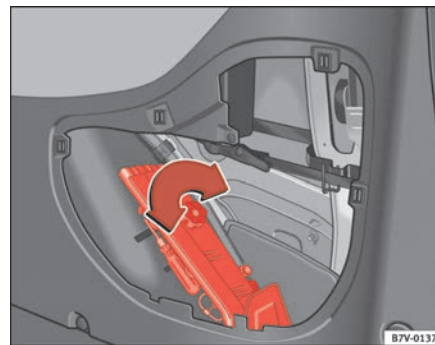

Fig. 150 Ubicación de las herramientas de a bordo
Las herramientas de a bordo se encuentran en el maletero, detrás del guardanuncio lateral del lado derecho y van fijadas con un tornillo moleteado ⇒ fig. 150 ①. A continuación le detallamos las herramientas de a bordo:
- ① Caja de herramientas ⁴⁴⁾
- ② Destornillador con mango con hexágono interior para desenroscar o enroscar los tornillos de rueda una vez aflojados. El destornillador es de tipo combinado. El destornillador va encajado en la llave de rueda.
- ③ Argolla de remolque, enroscable
- ④ Llave de horquilla 10 x 13 mm
- ⑤ Gancho de alambre ⁴⁴⁾ para extraer los embellecedores de las ruedas o para los capuchones de los tornillos de rueda